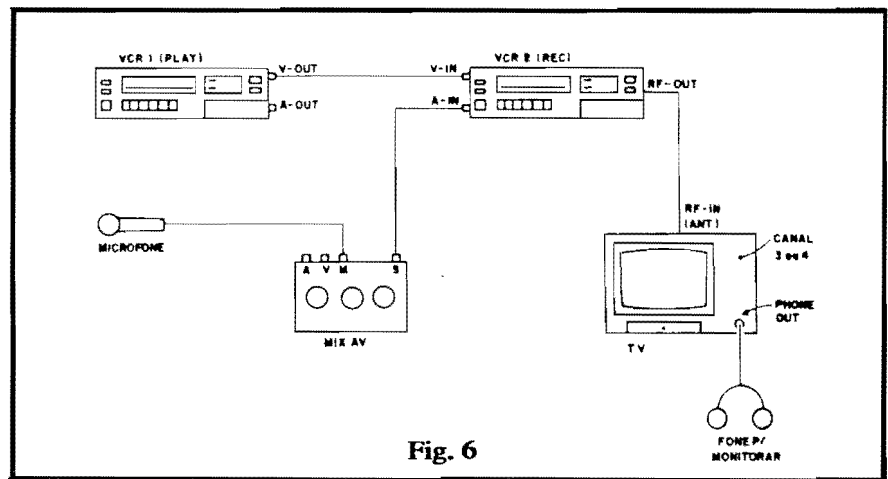

Fig. 6
- **FIG. 6** - Substituição da trilha sonora original de uma fita de vídeo, por narração via microfone. **EQUIPAMENTO NECESSÁRIO:** (além do MIX-AV) dois VCRs, um microfone (de preferência dinâmico), um TV (p/monitorar) e um fone de ouvido (opcional, p/monitorar). **PROCEDIMENTO:** o equipamento deve ser interligado, usando-se os cabos próprios, da maneira mostrada no esquema. NO VCR 1 deve ser colocada a fita original, e no VCR 2 a fita "virgem", a ser editada com a nova trilha sonora. Observar que a Saída de Áudio do VCR 1 fica sem ligação. Para monitorar o vídeo, colocar o TV no canal 3-4 (aquele normalmente usado com o VCR, na sua localidade). Um fone de ouvido, ligado ao **phone out** do TV, permitirá ao narrador monitorar a sua própria voz, o nível da narração, etc. Não é recomendável fazer a monitoração do Áudio pelo próprio alto-falante do TV, já que, nesse caso, será praticamente inevitável a ocorrência de realimentação acústica (microfonia). Numa escala de 1 a 10, o ajuste recomendado, tipicamente, no controle individual de MICROFONE do MIX-AV, fica em torno de 8 (de 6 a 10, dependendo do tipo de microfone utilizado). O VCR 1 é ligado na função **play** (fita pré-
- Em todos os casos/exemplos mostrados nas figs. 6 a 9, nada impede que o **tape deck** seja substituído por um módulo de toca-discos, ou por um **CD player** (desde que tais módulos tenham uma saída tipo "line" ou auxiliar, da qual possa o sinal ser "puxado" para a entrada "A" do MIX-AV. Outra possibilidade: a entrada de microfone "M" do MIX-AV é **compatível** com a conexão direta de muitos instrumentos musicais eletrificados (guitarras, violões elétricos, por exemplo...). Assim, quem quiser introduzir "música ao vivo" nas edições, poderá fazê-lo com facilidade! É só acertar o nível, a partir de alguns testes prévios, muito simples...
- Observem que, no caso de inserção de narração, pura e simples (exemplo básico na fig. 6), com certa organização e cronometragem, é possível preparar-se uma fita de áudio com **toda a trilha** pretendida, para posterior sobreposição usando o MIX-AV. Outra interessante possibilidade (as vezes gerando engraçadíssimos resultados) é a chamada **dublagem** de áudio, ou seja: pega-se uma fita original, "master" de vídeo, filmada por exemplo numa reunião familiar e se edita no sentido de **modificar** o que as pessoas estão originalmente dizendo! Nesse caso, convém fazer as coisas por trechos ou segmentos, "decorando" bem, antes, os tempos de cada "fala", para um resultado convincente! Podem surgir piadas fantásticas... Enfim: o MIX-AV é uma "ferramenta" utilíssima e multi-aproveitável, desde para simples brincadeiras, até para atividades altamente profissionais (caso dos **videomarkers** de eventos, que prestam serviços de filmagens em festas, formaturas, casamentos, etc.).
Nos diagramas de interligações até agora mostrados e exemplificados, as conexões entre os módulos foi mostrada de maneira simplificada (figs. 6 a 9), para não "embananar" a visualização. É importante, contudo, que o Leitor/Hobbysta tenha uma exata noção, nos painéis de conexões dos aparelhos (VCR, TV, **tape deck**, etc.) de **cada** jaque ou ponto de conexão, bem como de **qual tipo** de cabo deve ser utilizado em cada ligação. As informações a seguir referem-se, justamente, a tais importantes identificações, detalhadas